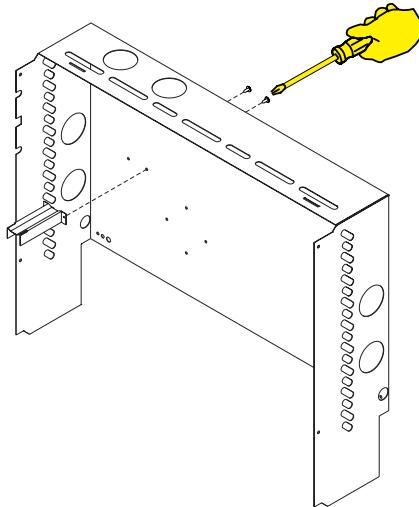

Figure 5
8. Installer le support de tuyau de cheminée à l'aide des deux vis Phillips à tête hexagonale n° 8-18 x 1/2 fournies. **Voir Figure 5.**